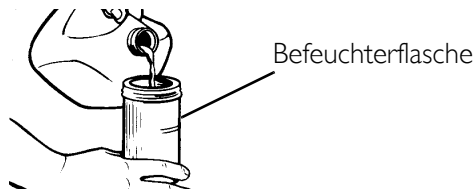
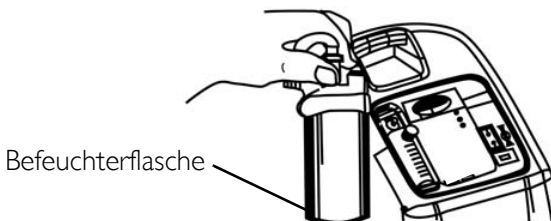
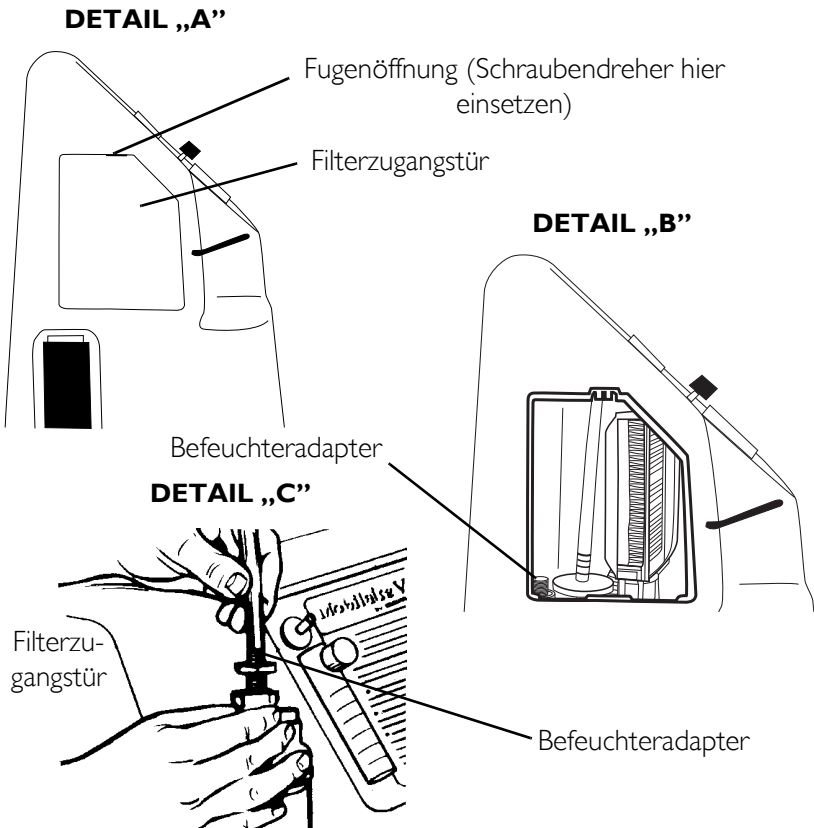
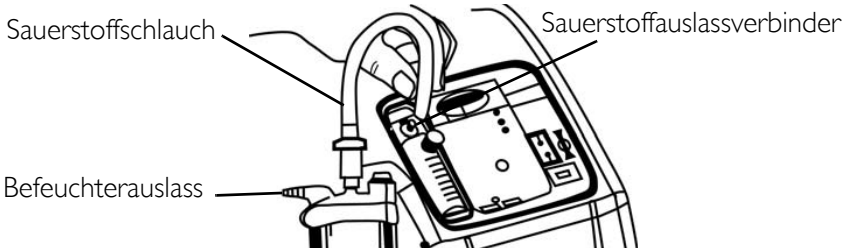

ABBILDUNG 5.1 Auffüllen des Befeuchters
ABBILDUNG 5.2 Befeuchterfach
ABBILDUNG 5.3 Anbringen des Befeuchteradapters
ABBILDUNG 5.4 Anbringen des Sauerstoffschlauchs
HINWEIS: Nähere Angaben zu diesem Verfahren finden Sie in ABBILDUNG 5.1 auf Seite 119, ABBILDUNG 5.2 auf Seite 119, ABBILDUNG 5.3 auf Seite 120 und ABBILDUNG 5.4 auf Seite 121.
3. Die Filterzugangstür, die sich an der Seite des Konzentrators befindet, entfernen. Einen Schraubendreher in die Plattenrinne am oberen Rand der Filterzugangstür stecken und die Filterzugangstür behutsam aufstemmen (siehe Detail „A“ in ABBILDUNG 5.3).
4. Der Befeuchteradapter befindet sich neben dem Einlassfilter. Adapter nach oben ziehen und entfernen (siehe Detail „B“ in ABBILDUNG 5.3).
5. Am Befeuchter anbringen, indem die Flügelmutter an der Befeuchterflasche gegen den Uhrzeigersinn gedreht wird, bis der Adapter fest sitzt (siehe Detail „C“ in ABBILDUNG 5.3).